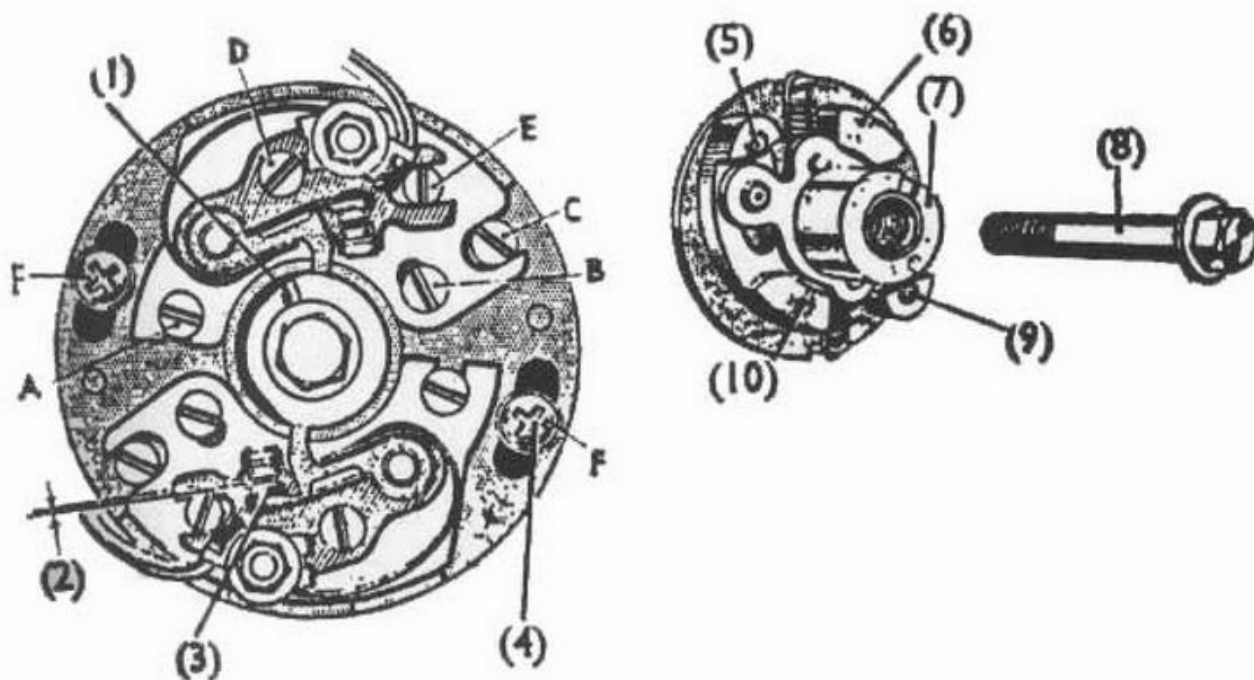

Fig. 8. Nell'illustrazione: complessivo del ruttore (sinistra) e (in alto) il regolatore, montato al disotto dello stesso (Modelli A).
Nei Modelli A ciascun cilindro è dotato di molle separate poichè occorrono due paia di puntine di contatto, azionate da un solo eccentrico, Fig. 8.
Per accedere al meccanismo, togliere le due viti (F) Fig. 8, e staccare la piastra del ruttore completa di puntine di contatto, ecc.
Togliere il bullone centrale (Fig. 8), estrarre la rondella e sostituirla provvisoriamente con un'altra che possieda un foro di larghezza sufficiente per passare sul supporto dell'eccentrico, onde la rondella appoggi contro il piano laterale dell'eccentrico. Rimontare il bullone; prima di chiuderla far girare l'eccentrico in senso antiorario, fino al limite di rotazione, tenerlo in tale **posizione**, indi bloccare il bullone. Questo fissa il dispositivo di avanzamento automatico alla **posizione di pieno anticipo** che corrisponde alla **posizione prescritta per la messa in fase dell'accensione**.
A questo punto, accertare che la coppia di puntine del ruttore superiore stiano appena aprendosi. Se la loro posizione fosse diversa, allentare le due viti (A) e (B) che bloccano la piastra di supporto del ruttore, indi intervenire sulla vite dell'eccentrico (C) e portare le puntine sul punto di apertura (Fig. 8). Bloccare le viti e verificare con cura la nuova messa a punto. Il metodo indicato per accertare il punto preciso di apertura delle puntine consiste nel collegare una batteria e una lampadina in serie con le puntine.
Verificare per primo il cilindro di destra. Portare il motore ad un regime sufficientemente alto perchè il comando automatico porti l'accensione al pieno anticipo; se la messa in fase è in ordine, a questo punto la linea di contrassegno e la lancetta indicatrice devono coincidere, se vengono esaminate sotto il fascio uminoso dello strobelight. Se occorrono regolazioni, allentare le vit (A) e (B) Fig. 8, che bloccano la piastra di supporto della parte superiore del ruttore, indi intervenire sulla vite dell'eccentrico (C) fino a che le puntine stiano per staccarsi. Tornare a bloccare le viti.